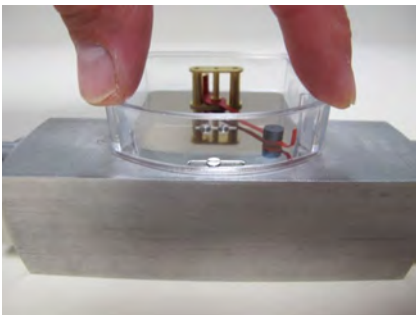

Abb. 57
- 13.** Setzen Sie das Kunststoffgehäuse auf die Anzeige-Bodenplatte auf. Drücken Sie das Gehäuse an, bis dieses einrastet (Abb. 57)